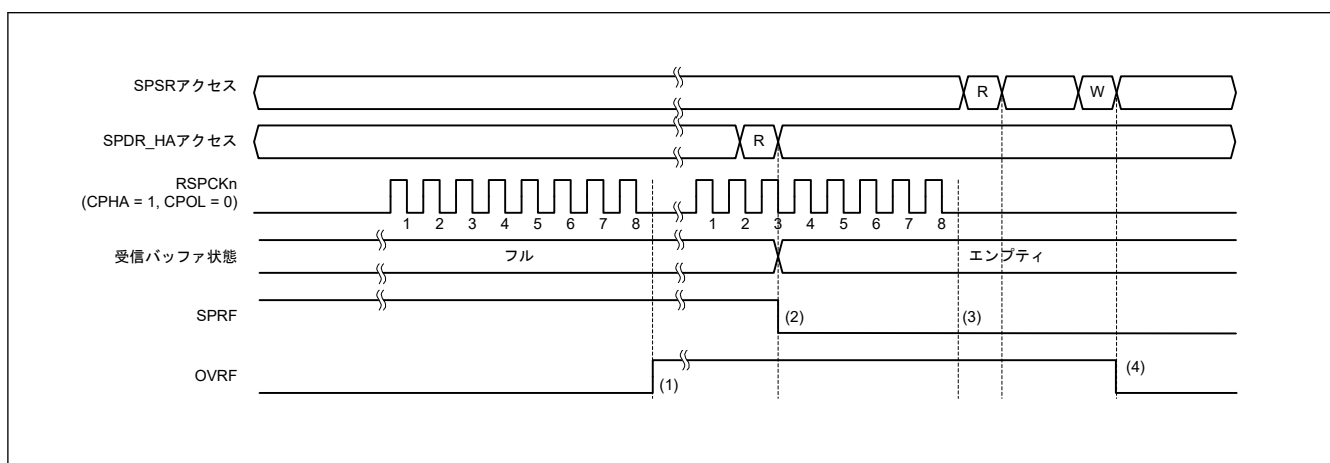

図 31.39 OVRF フラグおよび SPRF フラグの動作例
図 31.39 に OVRF フラグと SPRF フラグの動作例を示します。図 31.39 に示す SPSR アクセスと SPDR_HA アクセスは、それぞれ SPSR レジスタと SPDR_HA レジスタへのアクセス条件を示します。W は書き込みサイクル、R は読み出しサイクルを示します。この例では、SPCMDm.CPHA が 1、かつ SPCMDm.CPOL ビットが 0 の設定で、SPI は 8 ビットのシリアル転送を実行しています。RSPCKn 波形の下に記載した数字は RSPCK サイクル数 (= 転送ビット数) を示しています。
以下に、図 31.39 の (1)～(4) に示したタイミングでのフラグの動作内容を説明します。